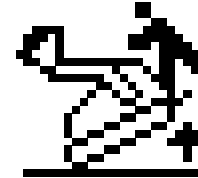

Рисунок 32
Когда вы выдвигаете стрелы погрузчика на максимальный вылет для соответствующей высоты стрелы и массы груза, на дисплее инфоцентра появляется значок микропроцессорного управления нагрузкой Smart Load (Рисунок 32), мигает световой индикатор, подается предупреждающий звуковой сигнал и стрелы прекращают выдвигаться.
4. С помощью ручных инструментов поверните крепежные детали по часовой стрелке до тех пор, пока тормоз не будет отпущен или невозможно будет повернуть винт дальше (Рисунок 32).